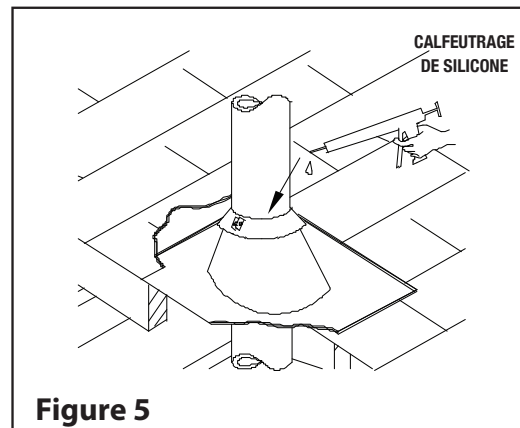

Figure 5
Étape 9 : Serrez-le avec le boulon fourni en vous assurant que le joint est convenablement calfeutré (voir Figure 5)